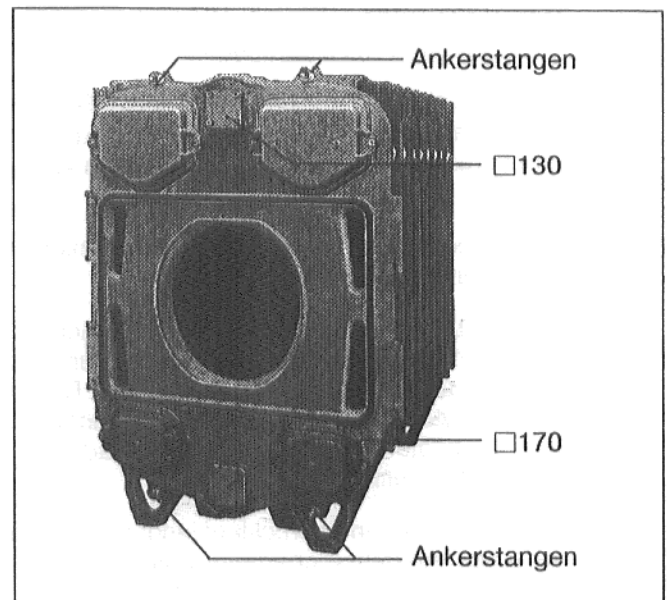

Abb. 17
- Ankerstangen links und rechts, oben und unten neben den Naben des Kessels in die Gußnocken einsetzen (Abb. 17).